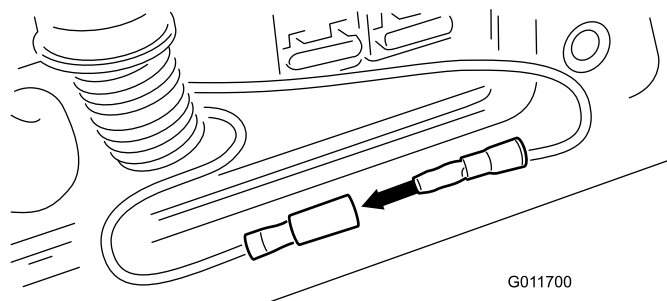

Figura 63
4. Con la chiave in posizione Off, rimuovete il cappuccio dai cavi del controbilanciamento e unite i cavi tra di loro (Figura 63).